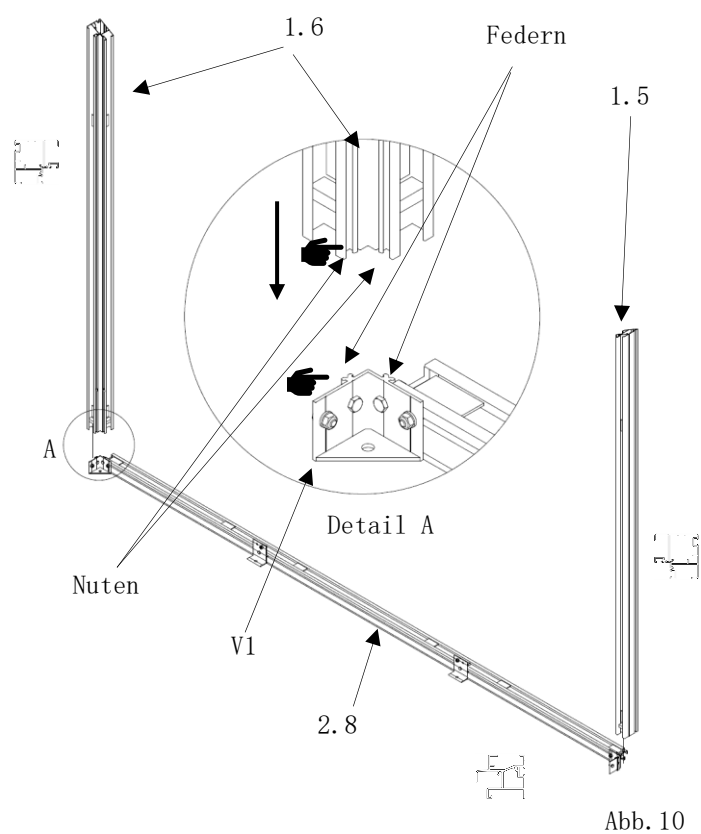

Abb. 10
- **Detail A:** In die Nuten der Rand-/Eckprofile (links/rechts) (Pos. 1.5/1.6) werden die „Federn“ (Pos. 2.8) der am Bodenprofil (Pos. 2.8) montierten Eckverbinder (Pos. V1) geschoben! (Abb. 10)